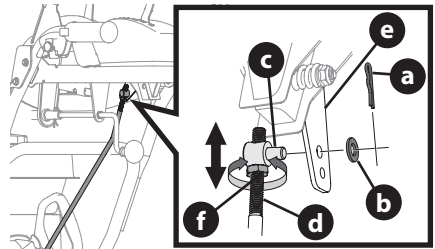

Figura 32
2. Extraiga el pasador de chaveta (a) y la arandela (b) del férula de ajuste (c) de la varilla de cambio (d) y sáquelo de la palanca de cambio (e) (Figura 32, recuadro).
- Si es necesario, afloje la contratuerca (f) y gire la férula hacia arriba o hacia abajo en la varilla de cambios hasta que la férula se alinee con el orificio superior de la palanca de cambios (Figura 32). Apriete la contratuerca.